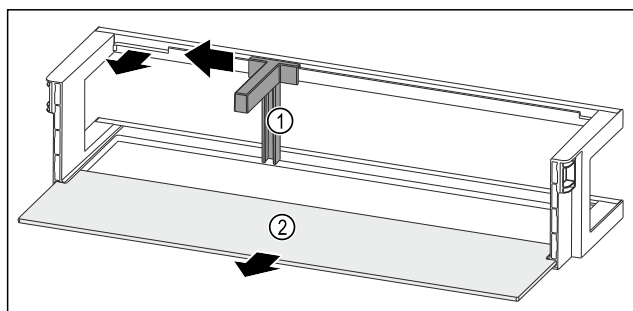

Fig. 98 Raft montat pe ușă cu suport pentru sticle și raft
- Împingeți în lateral suportul pentru sticle Fig. 98 (1) până la degajare.
- Extrageți suportul pentru sticle Fig. 98 (1).
- Extrageți raftul Fig. 98 (2).